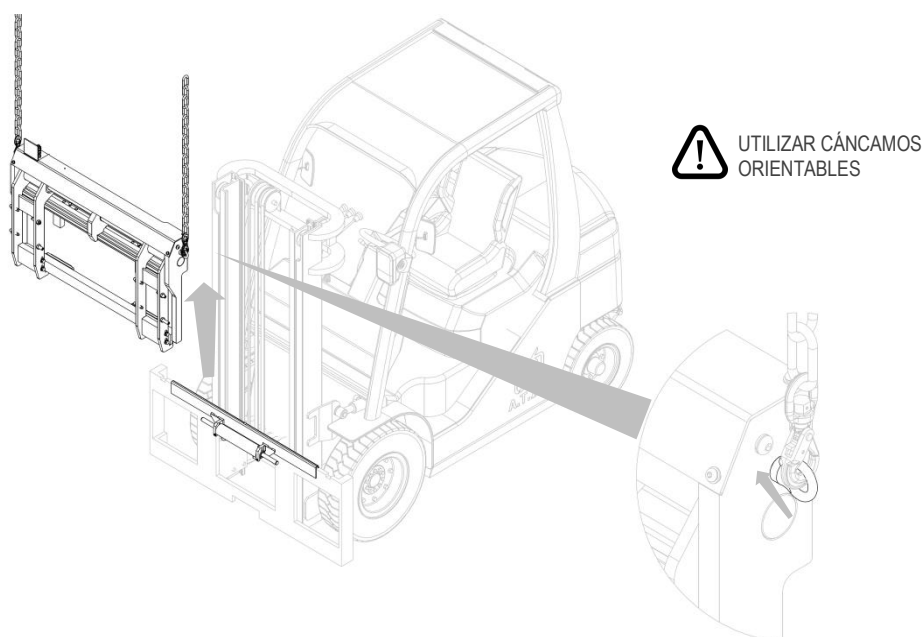

Figura 23
4. Para la manipulación, solo se deben utilizar cáncamos orientables, que deben atornillarse en los espacios laterales correspondientes (mira *Figura 23*);
5. Levante el equipo y retírelo de la carretilla (mira *Figura 23*).